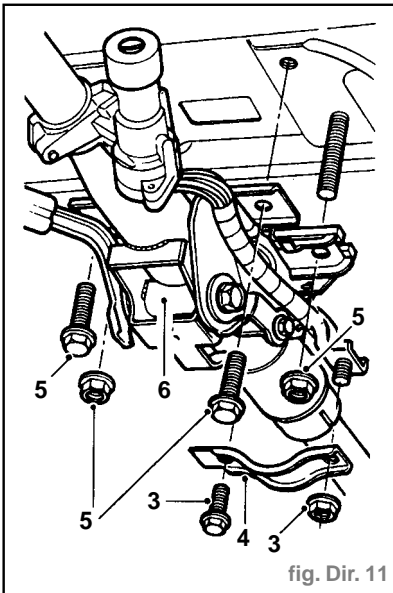

fig. Dir. 11
- Enlever l'écrou et le boulon (3) maintenant la bride inférieure (4) de la colonne sur le support de pivot (Fig. Dir. 11).